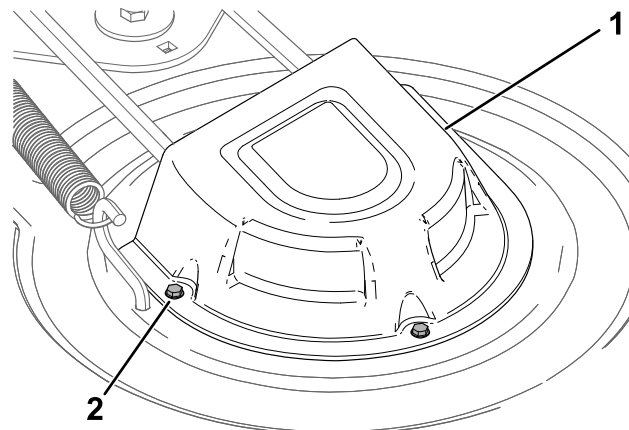

Figura 54
5. Desaperte os parafusos e retire as coberturas da polia (Figura 54).